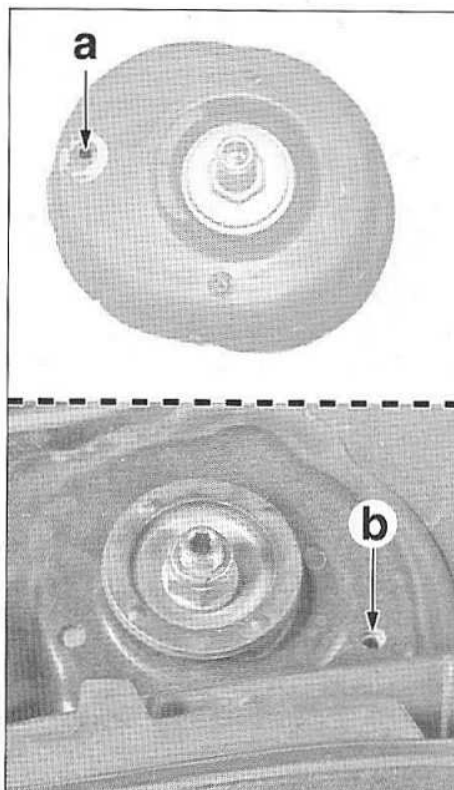

FIG.11
- Remplacer systématiquement les écrous (6), (11) et (13) ainsi que les boulons (7) et (15).
- Mettre en place l'élément de suspension en alignant le perçage de son palier supérieur (a) avec celui de la caisse (b) (Fig.11).